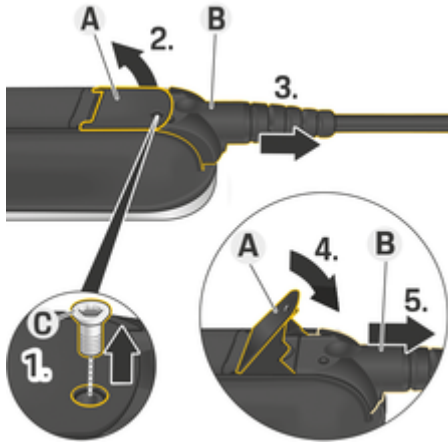

Fig. 108: Løse kabelen
- 1. Løs skruen **C** (Fig. 108) med et egnet verktøy.
- 2. Løft spaken **A** (Fig. 108).
- 3. Trekk ut pluggen **B** (Fig. 108) til du kjenner motstand.